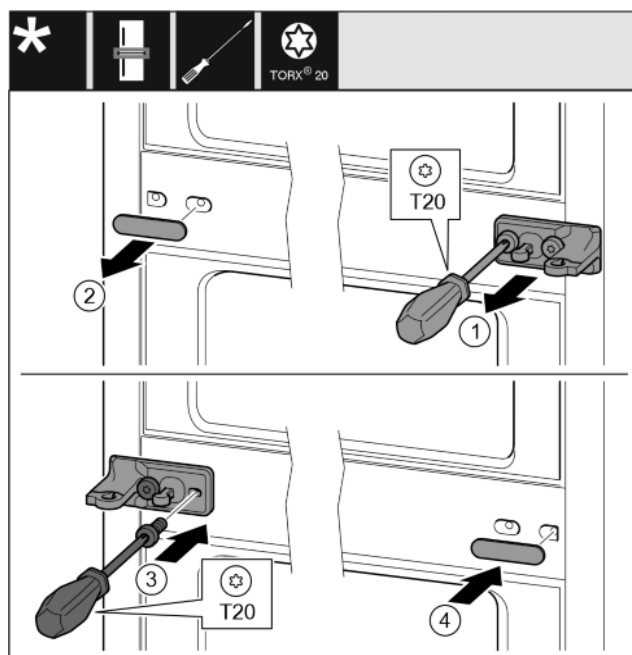

Fig. 26
- ▶ Scheibe abziehen. Fig. 26 (1)
- ▶ Schrauben mit Schraubendreher T20 herausdrehen. Fig. 26 (2)
- ▶ Abdeckung vorsichtig abziehen. Fig. 26 (3)
- ▶ Lagerbock mit Folie um 180° gedreht auf der anderen Seite fest anschrauben. Fig. 26 (4)
- ▶ Abdeckung um 180° gedreht auf der anderen Seite anbringen. Fig. 26 (5)
- ▶ Scheibe von vorn aufschieben. Fig. 26 (6)